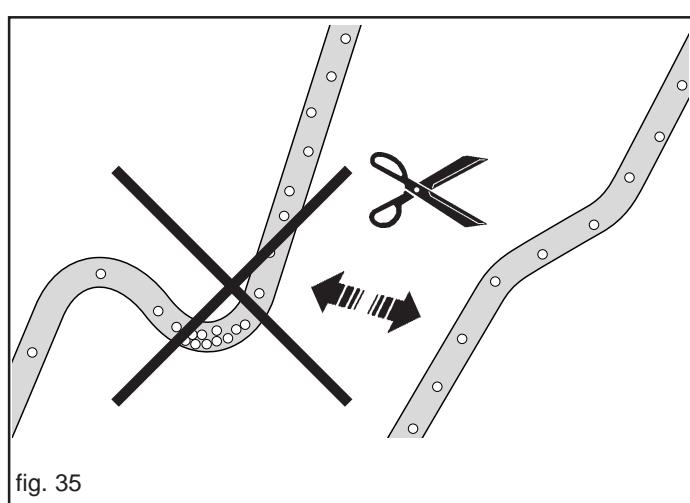

fig. 35
- 3) Die Länge der Gerät-treuschläuche kontrollieren: Bei der Arbeit muß vermieden werden, daß sich Krümmungen und Biegungen bilden, da diese zum Brechen der Schläuche führen können. Eventuell ist die Länge der Schläuche gemäß Abbildung 35 den Arbeitsbedingungen anzupassen.
Der Hersteller liefert ein biegesteifes Rohr mit Ø 150 mm zur Befestigung am Schlepper (A, Abb. 37). Beide Enden des Rohrs mit dem Kunststoffschlauch (B, Abb. 37) an die im Heck- bzw. Frontanbau befestigten Geräte anschließen. Darauf achten, daß sich keine Schlaufen bilden und der Schlauch nicht abknickt (Abb. 35).